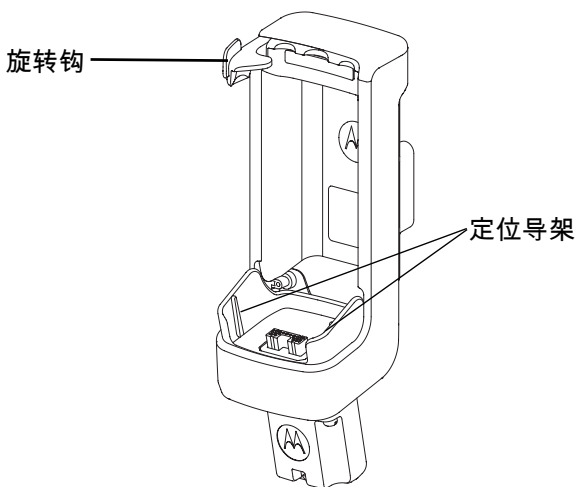

图 1. 带车载电源模块的 PMLN6182 充电座。
1. 将 TETRA 手持式对讲机放置到充电座 / 支架中时，应使 TETRA 手持式对讲机下方的槽对准下图 1 所示充电座 / 支架底部的定位导架。
1. 顺时针按下转钩释放。(请参考第 3 页的图 1)。